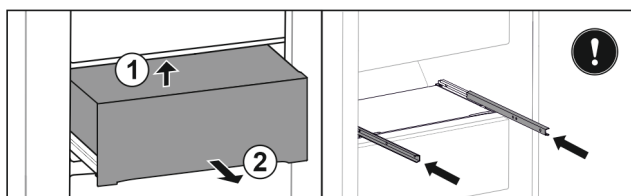

Fig. 39
- ▶ Lade van onderen achter optillen. Fig. 39 (1)
- ▶ Lade naar voren toe verwijderen. Fig. 39 (2)